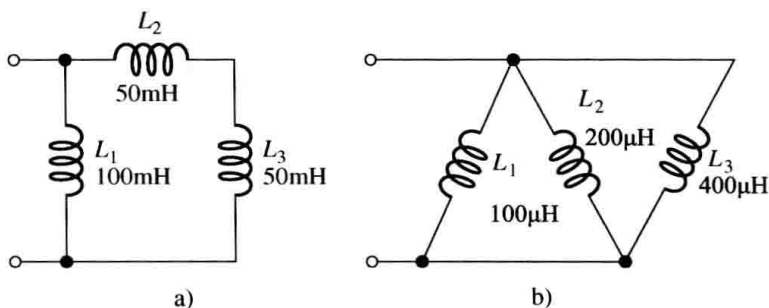

图 11-41
11. 求图 11-41 中各个电路的总电感。
17. 当两端加载电压频率为 500kHz 时，求图 11-41 中各个电路的总电抗。